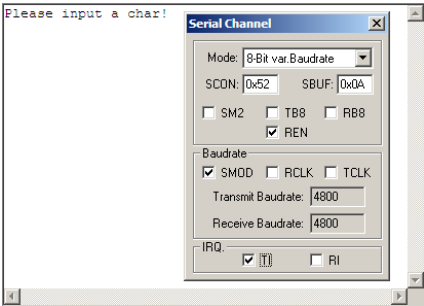

图 21-20 仿真输出第一个字符串
- (3) 选择“Debug”→“Start/Stop Debug Session”命令，进入程序仿真调试环境。
- (4) 选择“Peripherals”→“Serial”命令，打开串行接口的仿真界面。
- (5) 选择“View”→“Serial Window”→“UART #0”命令，打开“UART #0”仿真窗口。
- (6) 选择“Debug”→“Run”命令，程序便开始仿真执行。
- (7) 在串行接口的仿真界面上手动置位 TI，此时便可以看到“UART #0”仿真窗口中输出的第一个字符串。如图 21-20 所示。